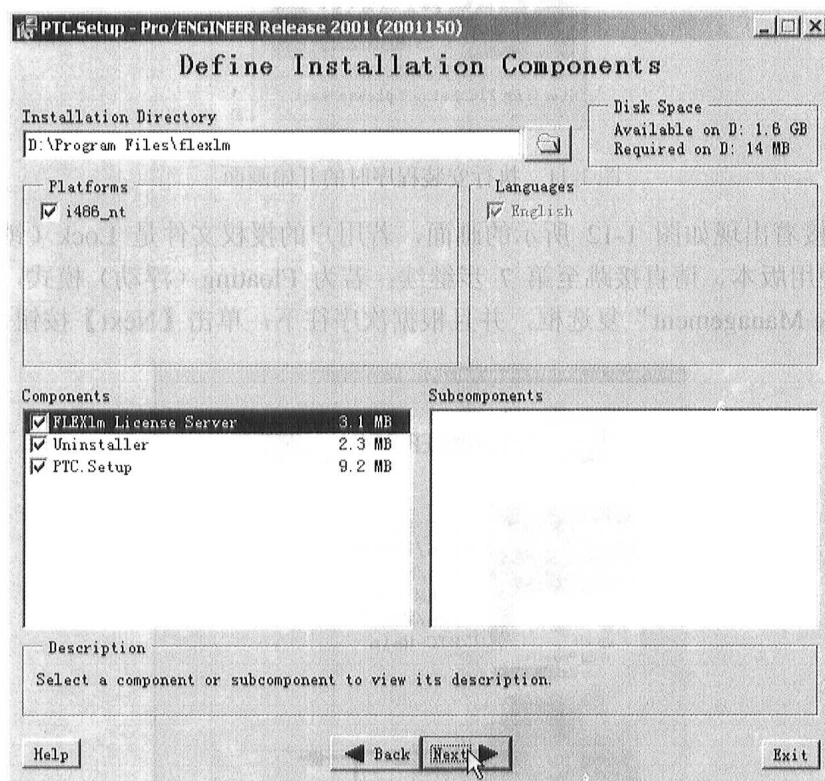
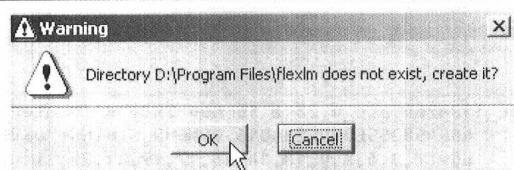
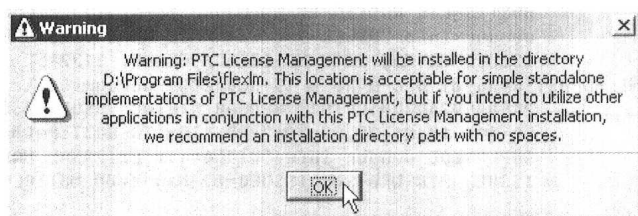

图 1-13 选择安装目录
图 1-14 创建安装目录
图 1-15 再次确认安装目录
(3) 接受默认安装目录，或指定其他目录，单击【Next】按钮，如图 1-13 所示。若该目录不存在，系统会询问是否新建此目录，单击【OK】按钮，如图 1-14 所示。由于默认目录是 Program Files 包含一个空格符，所以需要再次确认，单击【OK】按钮，如图 1-15 所示。